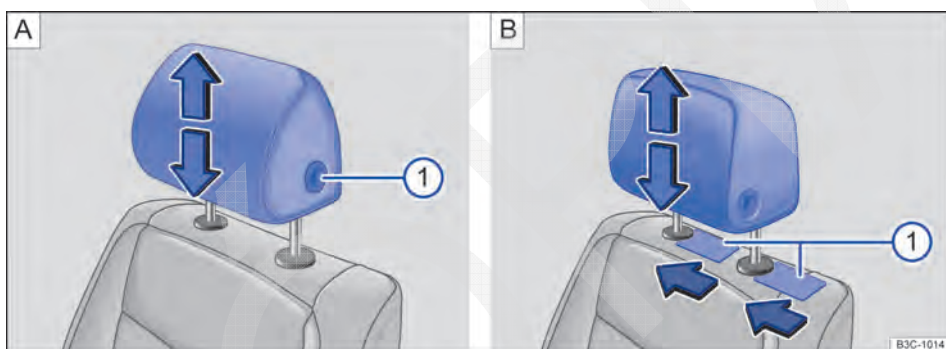

Fig. 53 Desinstalar o apoio para cabeça dianteiro: em veículos sem (A) e com (B) apoios para cabeça ajustáveis na longitudinal.
- Retirar o apoio para cabeça com o botão ⇒ Fig. 53 A ① totalmente pressionado.
- Empurrar um objeto plano, por exemplo, um cartão de plástico, nos dois lados entre o revestimento do encosto do banco e a capa de cobertura da barra guia do apoio para cabeça e, ao mesmo tempo, com uma leve pressão, destravar as barras retentoras ⇒ **Fig. 53 B ①**.
- Empurrar o apoio para cabeça para baixo com o botão ⇒ **Fig. 53 A ①** totalmente pressionado.